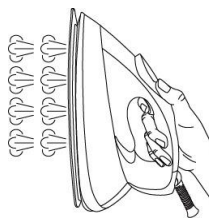

Рис.7
2. Держите утюг в вертикальном положении на расстоянии 15-30 сантиметров от текстильного изделия, обрабатываемом паром (рис. 7).